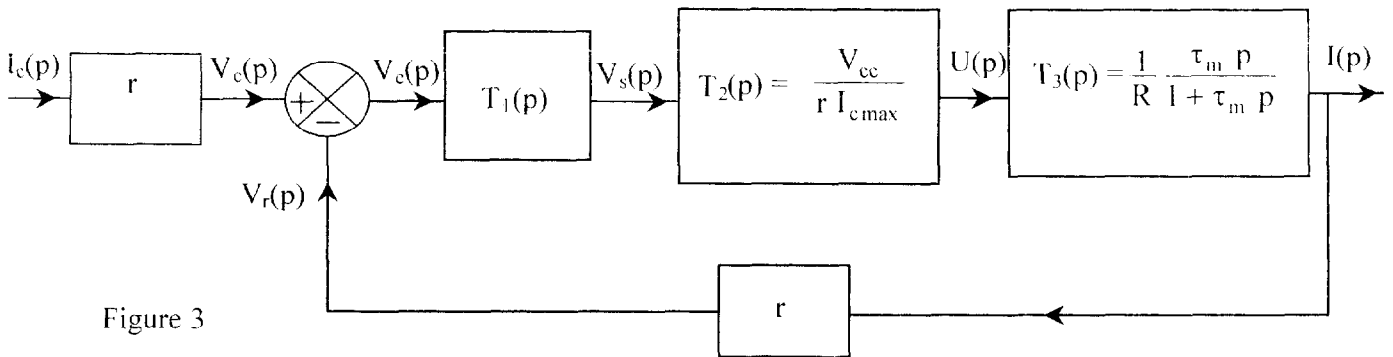
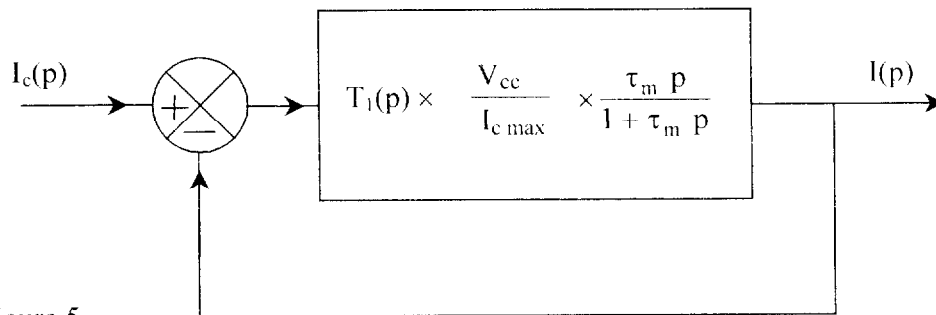
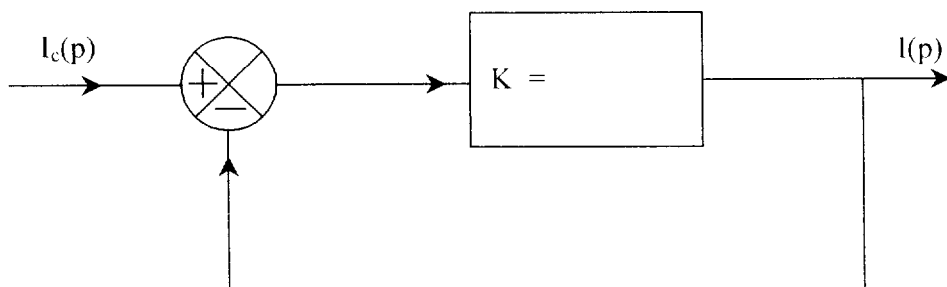

Figure 3
Figure 5
Figure 6
Il en résulte le schéma fonctionnel de la figure 3 dans laquelle on compare en fait les tensions  $v_r(t) = r i(t)$  et  $v_c(t) = r i_c(t)$  et où :
**2.1.2** Quelle valeur doit-on donner à la constante  $\tau_1 = R_1 C_1$  du correcteur si l'on veut que le schéma fonctionnel de la figure 5, équivalent à celui de la figure 3, se réduise à celui de la figure 6 où  $K$  est une constante que l'on calculera en fonction de  $V_{cc}$ ,  $R$  et  $I_{cmax}$ . Compléter la figure 6.
2.2.1. On donne  $W(p) = \frac{I(p)}{I_c(p)} = \frac{5}{6} = C^{te}$  et on applique à l'entrée de la boucle représentée figure 3 un échelon de consigne  $i_c(t)$  de 5,76 ampères alors que la vitesse angulaire initiale  $\Omega(0)$  est nulle. En utilisant la relation fondamentale de la dynamique pour les solides en rotation autour d'un axe, calculer  $\Omega(t)$ .